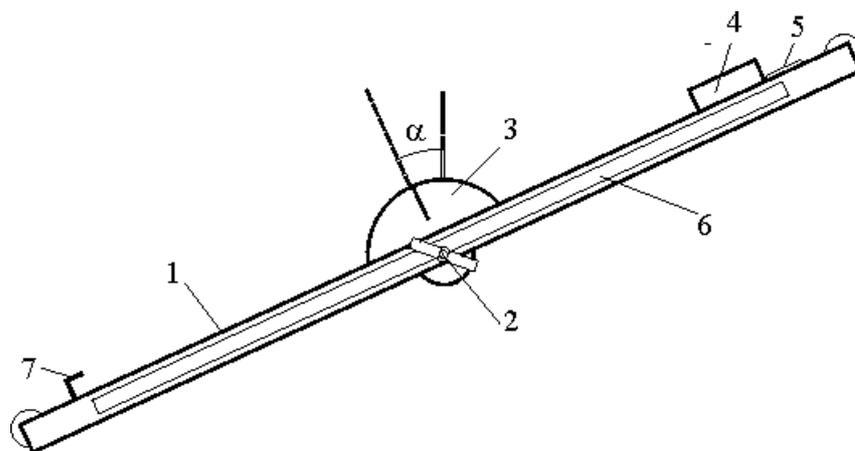

Рис.2
Установка представляет собой наклонную плоскость 1, которую с помощью винта 2 можно устанавливать под разными углами  $\alpha$  к горизонту (рис.2). Угол  $\alpha$  измеряется с помощью шкалы 3. На плоскость может быть помещен брусок 4 массой  $m$ . Предусмотрено использование двух брусков разной массы. Каждый брусок состоит из двух частей, изготовленных из различных материалов: дерево-дюраль и дерево-сталь. Бруски закрепляются в верхней точке наклонной плоскости с помощью электромагнита 5, управление которым осуществляется с помощью электронного секундомера СЭ1. Пройденное бруском расстояние измеряется линейкой 6, закрепленной вдоль плоскости. Время соскальзывания бруска измеряется автоматически с помощью датчика 7, выключающего секундомер в момент касания бруском финишной точки.
1. Ослабив винт 2 (рис.2), установите плоскость под углом  $25^0$  к горизонту, электромагнит при этом должен находиться в нижней части плоскости. Закрепите плоскость в таком положении, зажав винт 2.
5. Запишите время соскальзывания бруска  $t$ , пройденный бруском путь  $S$ , угол наклона плоскости  $\alpha$ . Вычислите по формуле (6) коэффициент трения скольжения  $\mu$ .